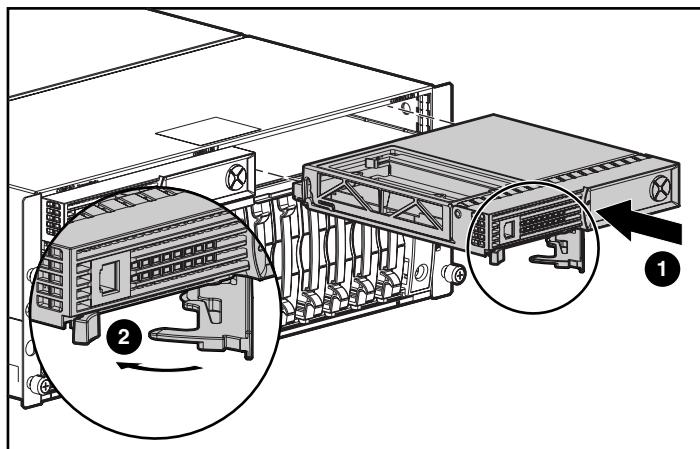

Figura 8: Installazione del controller nel sistema MSA1000
7. Inserire il controller fino in fondo **1**; quindi premere la levetta verso l'interno finché non risulterà allineata al pannello anteriore **2**. Vedere la Figura 8.